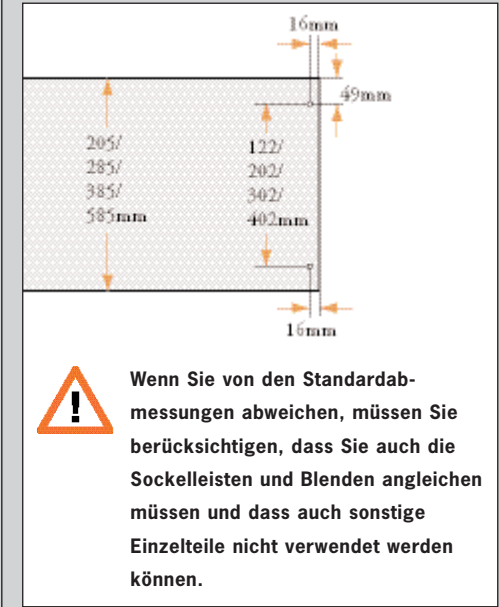

ABBILDUNG 95
2. Bohren Sie in die untere Seite des Fachbodens zwei 10 mm tiefe Löcher an den angegebenen Stellen (siehe Abb. 95).